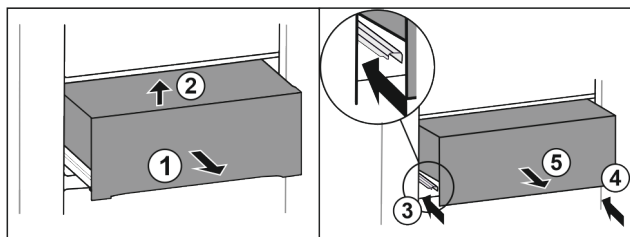

Fig. 31
- ▶ Trekk skuffen halvveis ut Fig. 31 (1).
- ▶ Løft foran Fig. 31 (2).
- ▶ Skyv inn den venstre skinnen Fig. 31 (3).
- ▶ Skyv inn den høyre skinnen Fig. 31 (4).
- ▶ Ta ut skuffen forover Fig. 31 (5).